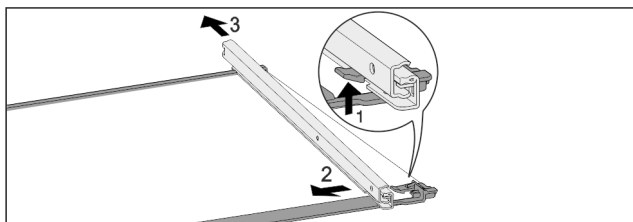

Fig. 122 Glasplaat met rails
- Voorste vergrendelhaak naar boven duwen. Fig. 122 (1)
- Uitschuifrail naar de zijkant Fig. 122 (2) en naar achteren Fig. 122 (3) wegschuiven.